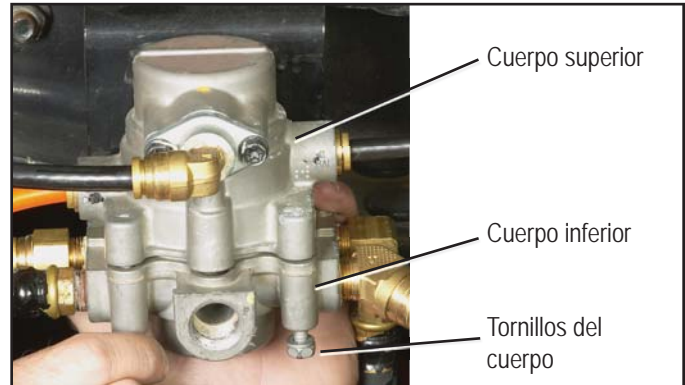

Figura 11 - FIJACIÓN DEL CUERPO SUPERIOR E INFERIOR
- Como se muestra en la figura 11, alinee el cuerpo inferior con el cuerpo superior de la válvula. Una las dos mitades del cuerpo. Introduzca primero dos de los cuatro tornillos (ajuste a mano) en los agujeros de montaje del cuerpo inferior más cercanos al puerto de suministro. Esto ayudará con la alineación. Se incluye un tornillo adicional en este juego en caso de que se pierda alguno durante la instalación.